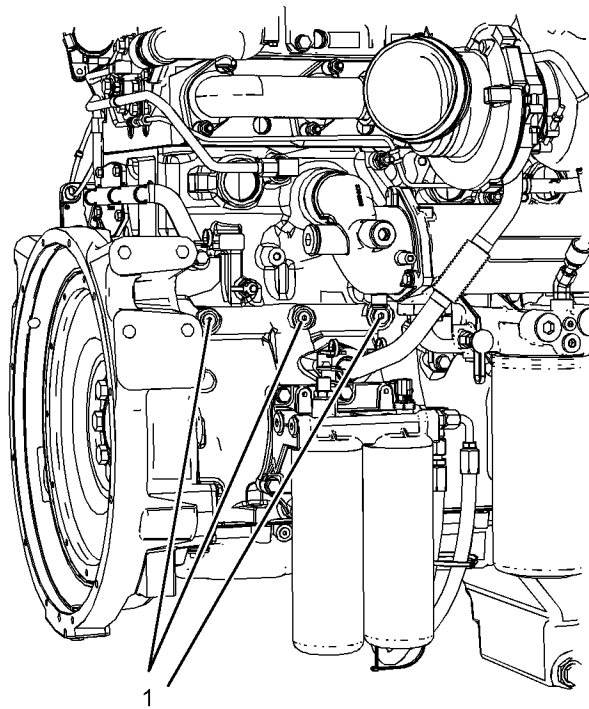

Abbildung 32
Einen der in Abbildung 32 gezeigten Stopfen entfernen, um mit dem Motorölsystem zu verbinden. Das Verbindungsteil benötigt die Maße 9/16" x 18 TPI (Gangzahl je Zoll). Darauf achten, dass die richtige Ölsorte verwendet wird; zu weiteren Informationen siehe dieses Betriebs- und Wartungshandbuch, "Flüssigkeitsempfehlungen". Wenn die Motorinnenflächen geschmiert sind, Verbindungsteil entfernen und Stopfen (1) einschrauben. Stopfen mit 30 Nm (265 lb in) festziehen. Perkins empfiehlt, das Verfahren bei einer Umgebungstemperatur von mindestens 10 °C (50 °F) durchzuführen.